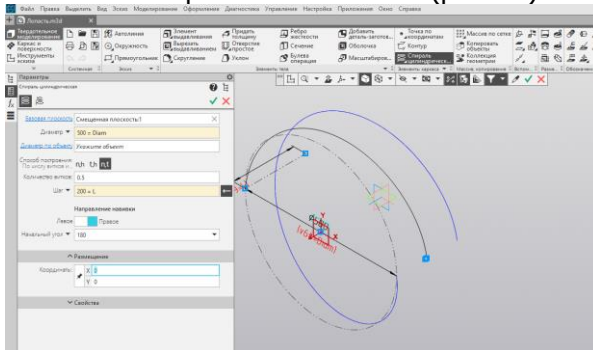

Рис. 43.
7. Для построения **Спирали 2**, оставаясь в команде Спираль цилиндрическая, выделите Смещенную плоскость щелчком мыши по ней в графической области. Разместим Спираль 2 в той же точке привязки, что и Спирали 1, заданной по умолчанию. Раскройте секцию Размещение на Панели параметров и введите с клавиатуры координату точки привязки (0; 0). Убедитесь, что выбраны способ По числу витков и шагу $n \cdot t$ и направление спирали \leftarrow . Задайте значения в поля Панели параметров: Количество витков — 0,5, Шаг — L, Начальный угол — 180. В поле Шаг также, как и для Спирали 1, будет показано значение переменной $200=L$. В поле Диаметр задайте значение диаметра Diam. В поле Диаметр будет показано значение переменной $500=Diam$ (рис. 43).